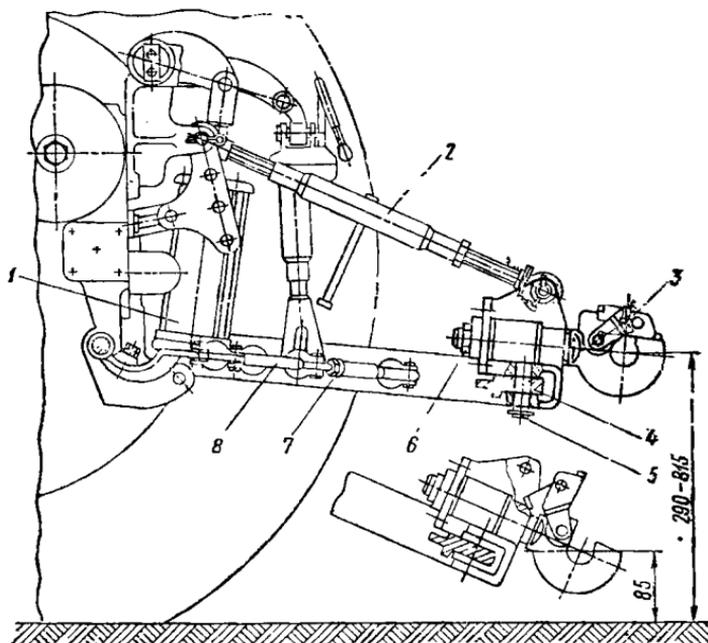
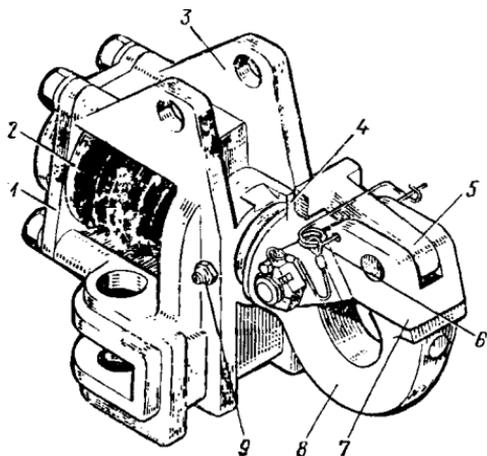

Рис. 62. Установка тягово-сцепного прибора:
Рис. 63. Тягово-цепной прибор: 1 — крышка; 2 — буфер; 3 — корпус; 4 — упор; 5 — собачка; 6 — стопор; 7 — защелка; 8 — буксирный крюк; 9 — масленка
В рабочем положении тягово-цепной прибор *з* (рис. 62) закреплен на поперечине *4* механизма задней навески трактора пальцами *5*. Необходимую высоту прибора устанавливают с помощью гидроцилиндра *1* и фиксируют центральной тягой *2*, которая образует совместно с продольными тягами *7* жесткий треугольник, позволяющий разгрузить гидроцилиндр механизма навески. Рабочему положению тягово-цепного прибора соответствует расстояние 290—815 мм от опорной поверхности трактора до оси буксирного крюка *8* (рис. 63). При отсоединенной центральной тяге *2* (см. рис. 62) тягово-цепной прибор можно опустить до 85 мм от опорной поверхности трактора.
Тягово-цепной прибор состоит из корпуса *з* (см. рис. 63), буксирного крюка *8*, защелки *7* с собачкой *5*, стопора *6* и буфера *2*. Буксирный крюк, имея возможность поворота в корпусе прибора, исключает передачу опрокидывающего момента от прицепа на трактор при переездах через неровности. Буфер тягово-цепного прибора
смягчает толчки, передаваемые прицепом трактору. Перед началом работы трактора с прицепом необходимо зафиксировать положение тягово-сцепного прибора относительно продольной оси трактора напряжением стяжек 8 (см. рис. 62).
2) расстопорить защелку 7 (см. рис. 63) и отвести ее вверх до захода собачки 5 защелки на упор и в пространство между выступами корпуса 3; при таком положении собачки фиксируется открытое положение защелки 7, а буксирный крюк 8 не имеет возможности проворачиваться вокруг оси;